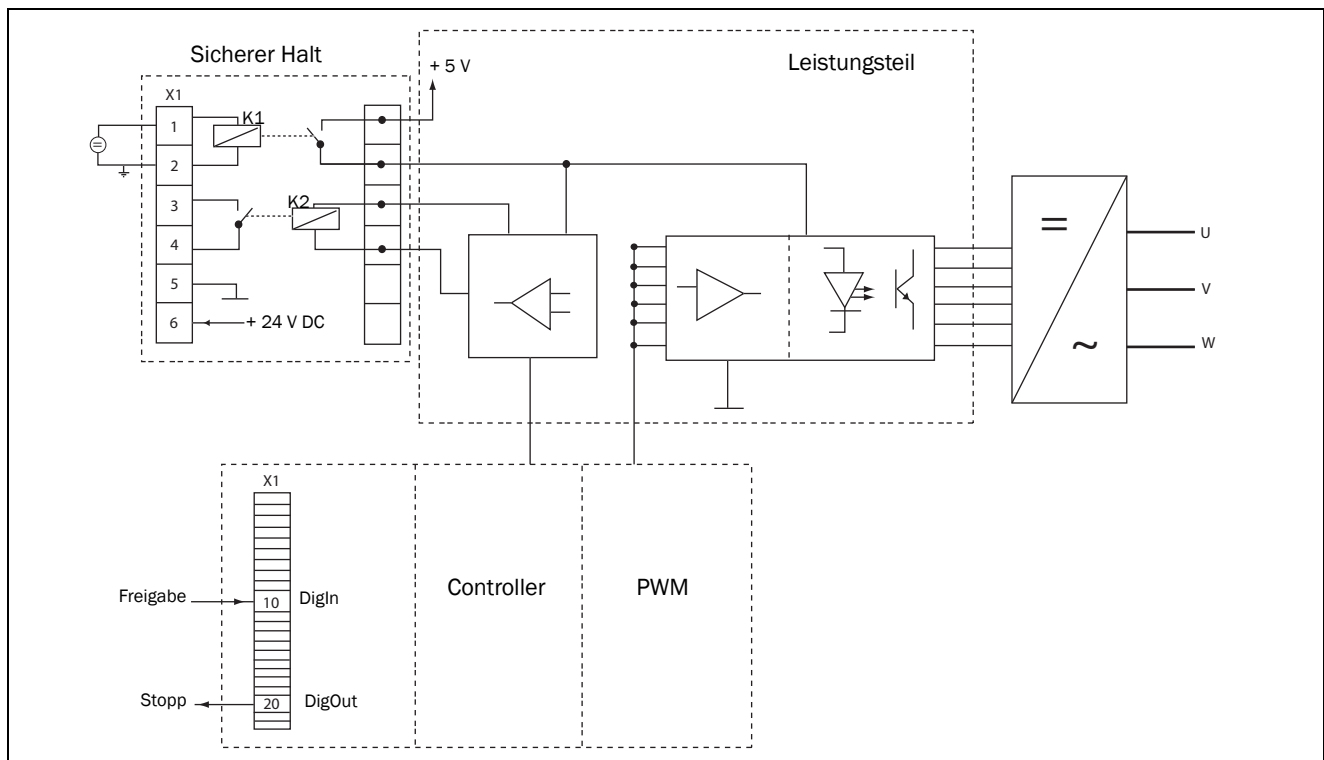

Abb. 122
- "Inhibit"-Eingang, Klemmen 1 (DC+) und 2 (DC-) am Option-Board Sicherer Halt, muss aktiviert werden, indem 24 V DC angeschlossen werden, um die Spannungsversorgung IGBT-treiber über Sicherheitsrelais K1 sicherzustellen, siehe auch Abb. 122.
- "High"-Signal am Digitaleingang, z. B. Klemme 10 in Abb. 122, der auf Freigabe (Enable) zu programmieren ist. Für die Einstellung der Digitaleingänge, siehe Abschnitt 11.5.2, Seite 136.
Um die "Enable" Funktion zu überwachen, kann ein Digitalausgang (auf Run programmiert) verwendet werden. Um einen Digitalausgang einzustellen, z. B. Klemme 20 im Beispiel Abb. 122, siehe Abschnitt 11.5.4, Seite 142 [540].